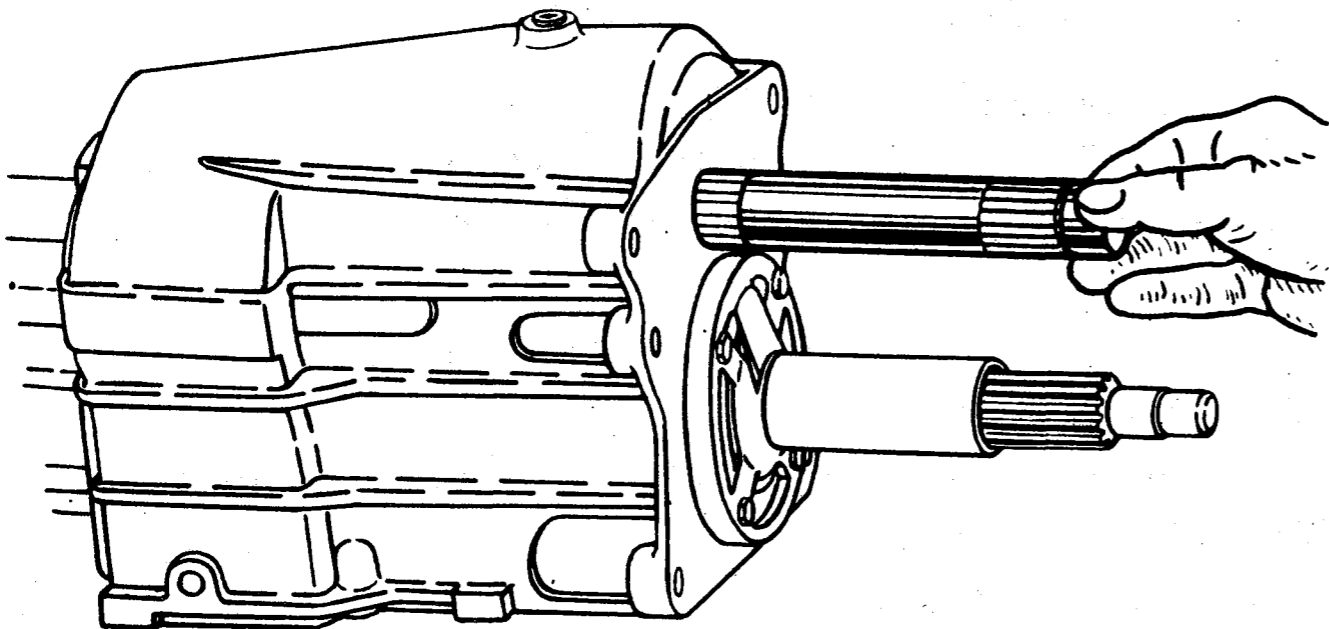

Рис. II3. Установка оси блока шестерен
- вставить ось блока шестерен с подшипниками в картер коробки передач и в отверстие блока шестерен (рис. II3);